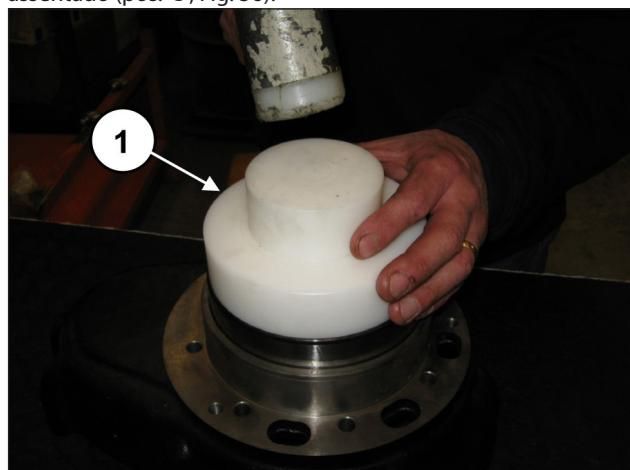
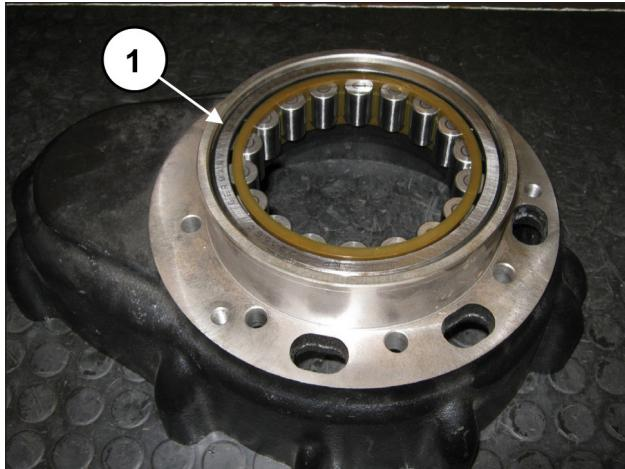

Fig. 55
Fig. 56
Do lado oposto da caixa do redutor, pré-monte o anel externo do mancal do virabrequim usando a ferramenta cód. 27605000 (pos. ①, Fig. 55) até que ele esteja completamente assentado (pos. ①, Fig. 56).